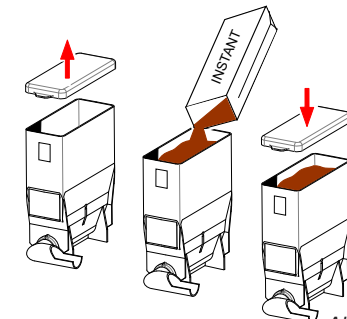

Abb. 16
- Füllen Sie die Behälter mit dem richtigen Produkt (Abb. 16), wie angegeben in Tabelle 1, 2 oder 3.